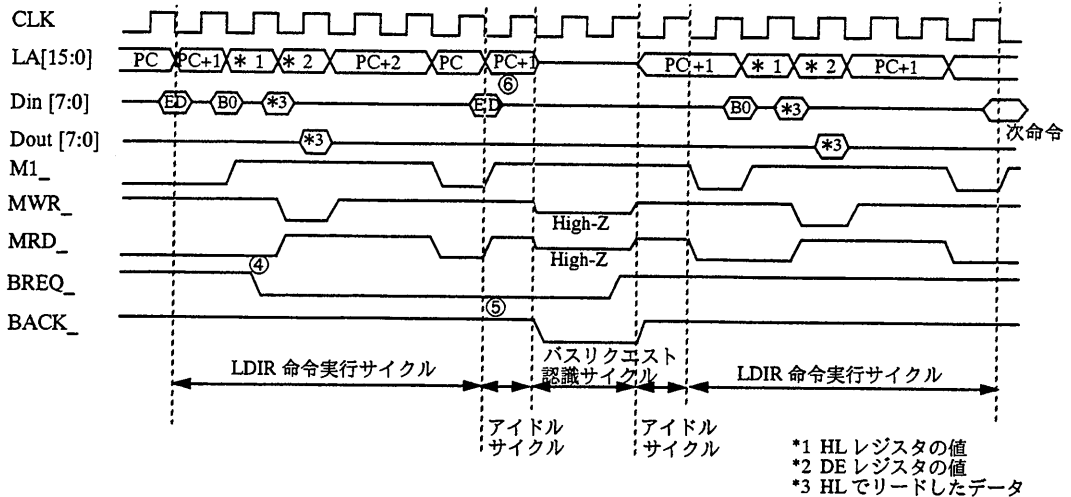

図 5-18 バスリクエスト受け付けタイミング
プリフェッチサイクルは例えば図 5-1 の JP 1000H 命令のように③でプリフェッチしたデータ '77H' は内部で保持してデコードされ実行されますが、割り込み系に関してはプリフェッチされたデータは保持せずに、廃棄され割り込みルーチンから復帰後に再び廃棄されたデータのフェッチを開始します。つまり、割り込み認識処理で PC をスタックに PUSH する時に PC をマイナス 1 してセーブし、RETI や RETN 命令での POP 動作で再セットされる PC、すなわち廃棄されたデータの格納されているアドレスからプリフェッチをします。図 5-19 に LDIR 命令実行中にモード 1 割り込みが発生したタイミング図を示します。図中の④でプリフェッチされたデータ 'ED' は廃棄され割り込み認識処理へ進みます。そして、割り込み復帰後再びこの 'ED' のプリフェッチから開始されます。なお、バスリクエストサイクルでは通常命令と同じく直前にプリフェッチされたデータは保持されバス解放時に next アドレス (ジャンプ命令時はジャンプ先のアドレス) から処理を開始します。図 5-18 に LDIR 命令実行中にバスリクエスト要求が発生した場合のタイミング図を示します。図中の④でプリフェッチされたデータ 'ED' は廃棄されずに保持されバス解放時に 'ED' の次のアドレスからプリフェッチがされていることがわかります。
は、図 5-18 に示すように LDIR 命令実行中の④でリクエストが発生していますが、LDIR 命令の最後のバスサイクルである⑤で受け付けられます。注意するのは、各バスサイクルの切れ目ではなく命令サイクルの切れ目であることです。